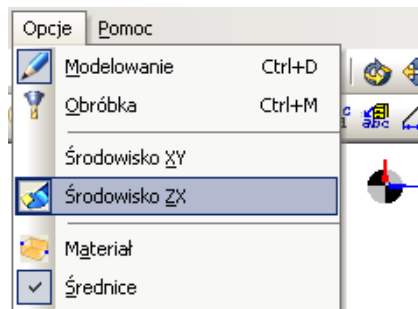

Rys.37
- zaimportowany z pliku tekstowego (rys.37) (menu *Plik* → *Wstaw* → *Tekst*),